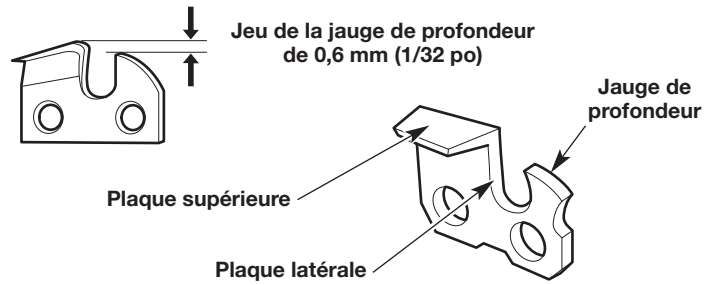

Fig. 36
- Maintenez la lime de niveau avec la plaque supérieure de l'élément de coupe (Fig. 36). Ne laissez pas la lime pencher ou basculer. Utilisez une pression légère, mais ferme.